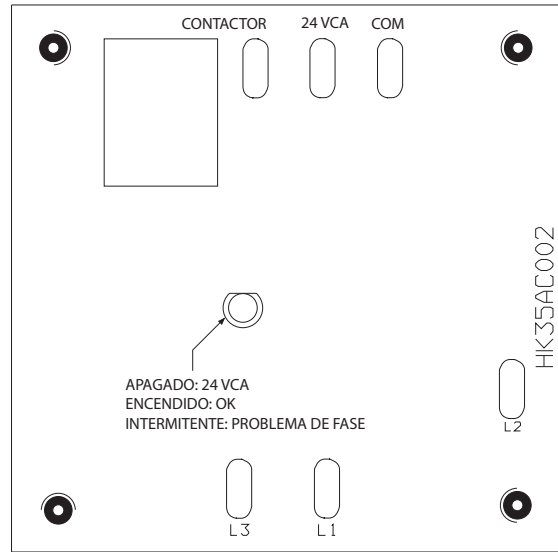

Fig. 9 – Control de monitor trifásico (solo se aplica a las unidades trifásicas)
El control de monitor trifásico (consulte la Fig. 9) **no** es compatible con la fuente de alimentación delta trifásica con conexión a tierra en vértice. Para solucionar problemas si hay una fuente de alimentación delta de conexión a tierra en vértice, utilice un voltímetro de la siguiente manera:
El termostato de descongelación viene instalado de fábrica en un tubo corto que se extiende desde la placa del extremo de la bobina. Consulte la Fig. 9 y confirme que el termostato esté firmemente sujeto en su lugar en el tubo corto.
- En el caso de las unidades con motores PSC, desconecte el conductor del motor del ventilador exterior del terminal OF2 en el tablero de control; en el caso de las unidades con motores ECM, desconecte el conductor del motor del ventilador exterior del terminal ODF. (Fig. 9). Coloque una cinta en el conductor para evitar la conexión a tierra.